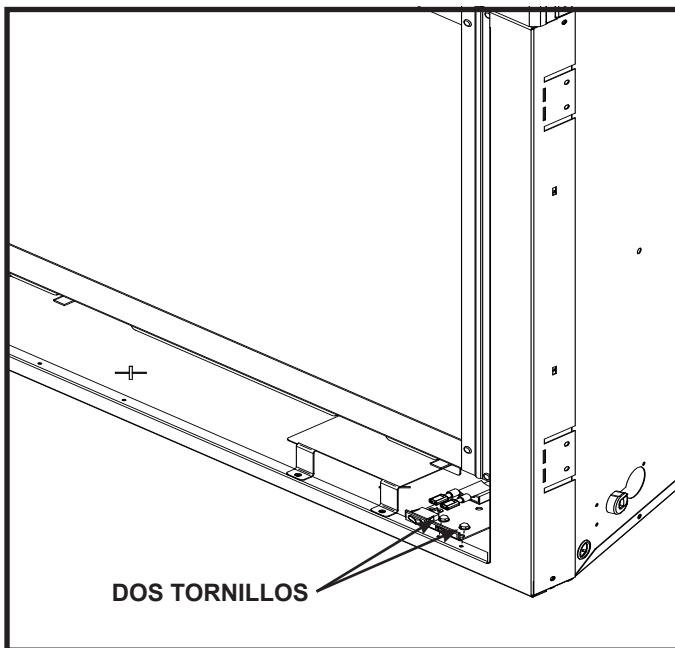

Figura 14.10
1. Quite los dos tornillos que fijan el interruptor a la chimenea. Consulte la Figura 14.10.